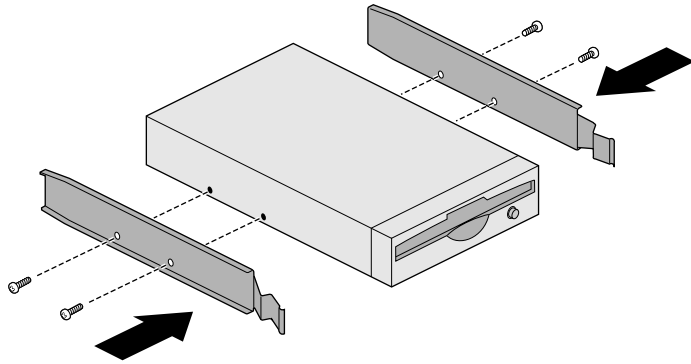

Abbildung 4-3 Befestigen der Schienen an Wechselplatten-Laufwerken
6. Befestigen Sie die Schienen wie in Abbildung 4-3 auf beiden Seiten des Laufwerks.